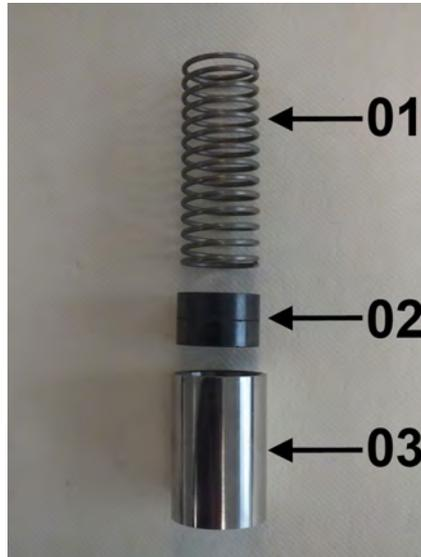

Abb. 42: Feder, Magnete und Schwebekörper
7. ➔ Feder (Abb. 42/01), Magnete (Abb. 42/02) und Schwebekörper (Abb. 42/03) als Innenteile des Strömungswächters